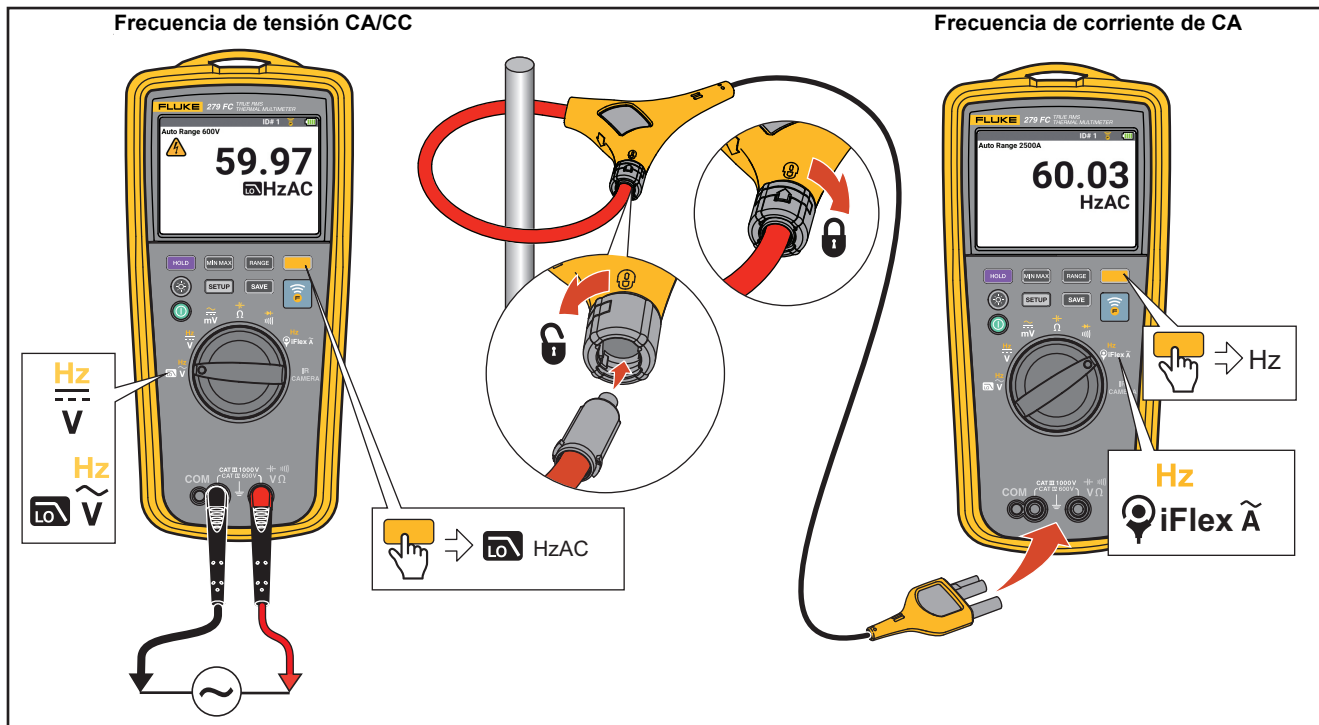

Figura 12. Medición de la frecuencia
- Mediciones de frecuencia. Consulte la Figura 12.
Asegúrese de que utiliza el accesorio correcto para el tipo de medición. Consulte la Figura 12.